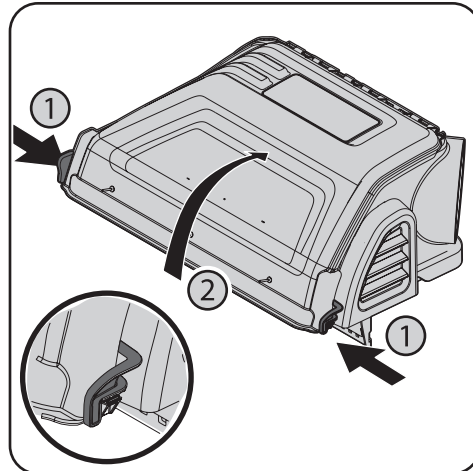

Figura 5-3
1. Abra la cubierta empujando hacia adentro las lengüetas del lado trasero con la mano (1), y elevando la cubierta con la otra mano en la parte trasera central de la cubierta de la embolsadora (2) como se indica en la Figura 5-3.